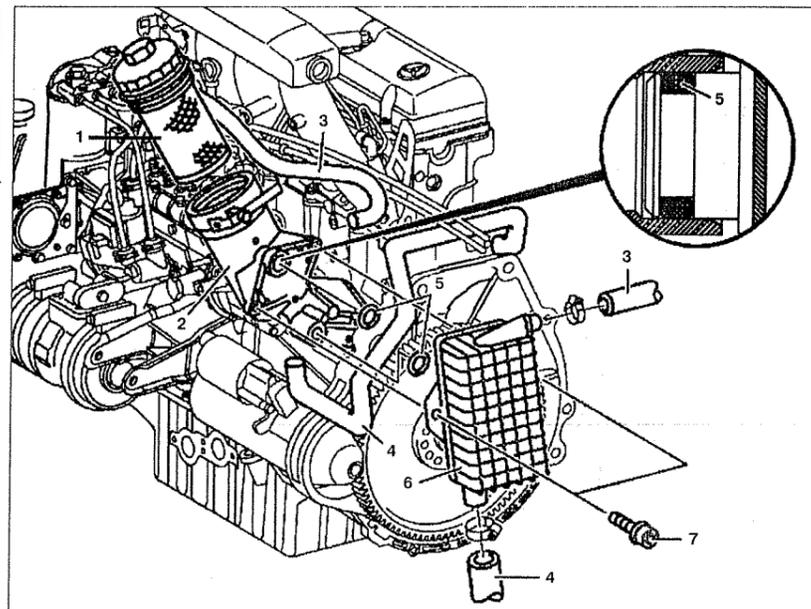

Рис. 4.44. Масляный радиатор: 1. Масляный фильтр, 2. Корпус масляного фильтра, 3, 4. Трубки системы охлаждения, 5. Сальники, 6. Масляный радиатор, 7. Болт.
2. Снимите масляный фильтр 1 (см.рис.4.44).